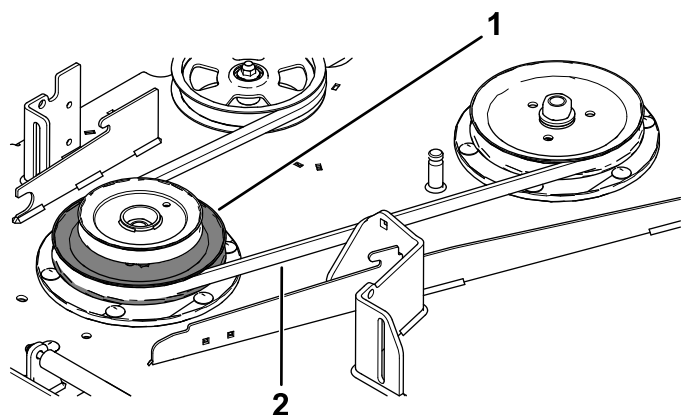

Figure 23
11. Chaussez la courroie du tablier sur la poulie inférieure de la double poulie (Figure 23).